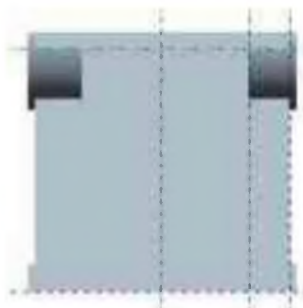

图 1-18
2) 调整视图方向，选择“草绘”|“参照”，选取图 1-18 所示的先为参照，然后单击“草绘方向”